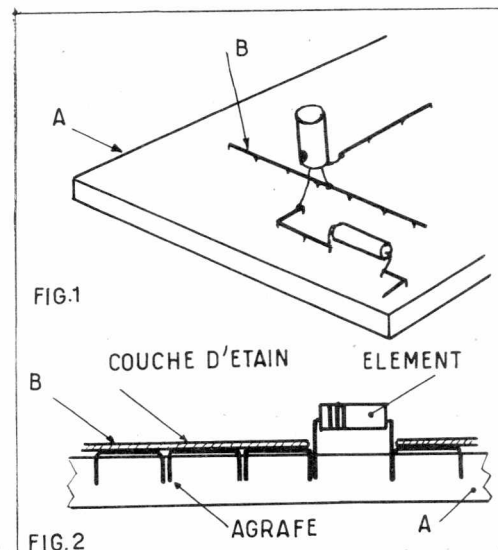

FIG. 1
En effet les conducteurs (B) sont constitués par la juxtaposition d'agrafes enfoncées à l'aide d'une simple agrafeuse d'écolier dans la plaque d'isolant (figure 1).
Aux endroits convenables et à la fin du conducteur, de petits trous (Ø 1 mm) sont percés pour la fixation des éléments à souder. On donne au circuit imprimé la disposition recherchée (figure 1).